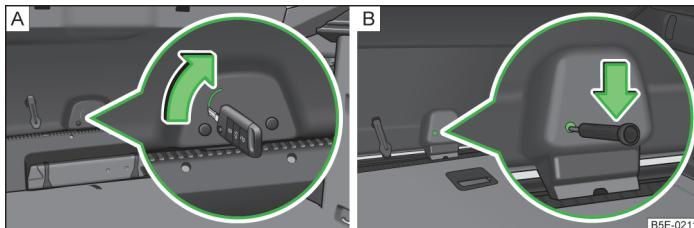

Fig. 211 Desbloqueo de emergencia: Octavia / Octavia Combi
- › Introduzca la llave del vehículo hasta el tope en la ranura del revestimiento » fig. 211 - **A**.
- › Introduzca un destornillador o una herramienta similar hasta el tope en la abertura en el revestimiento » fig. 211 - **B**.